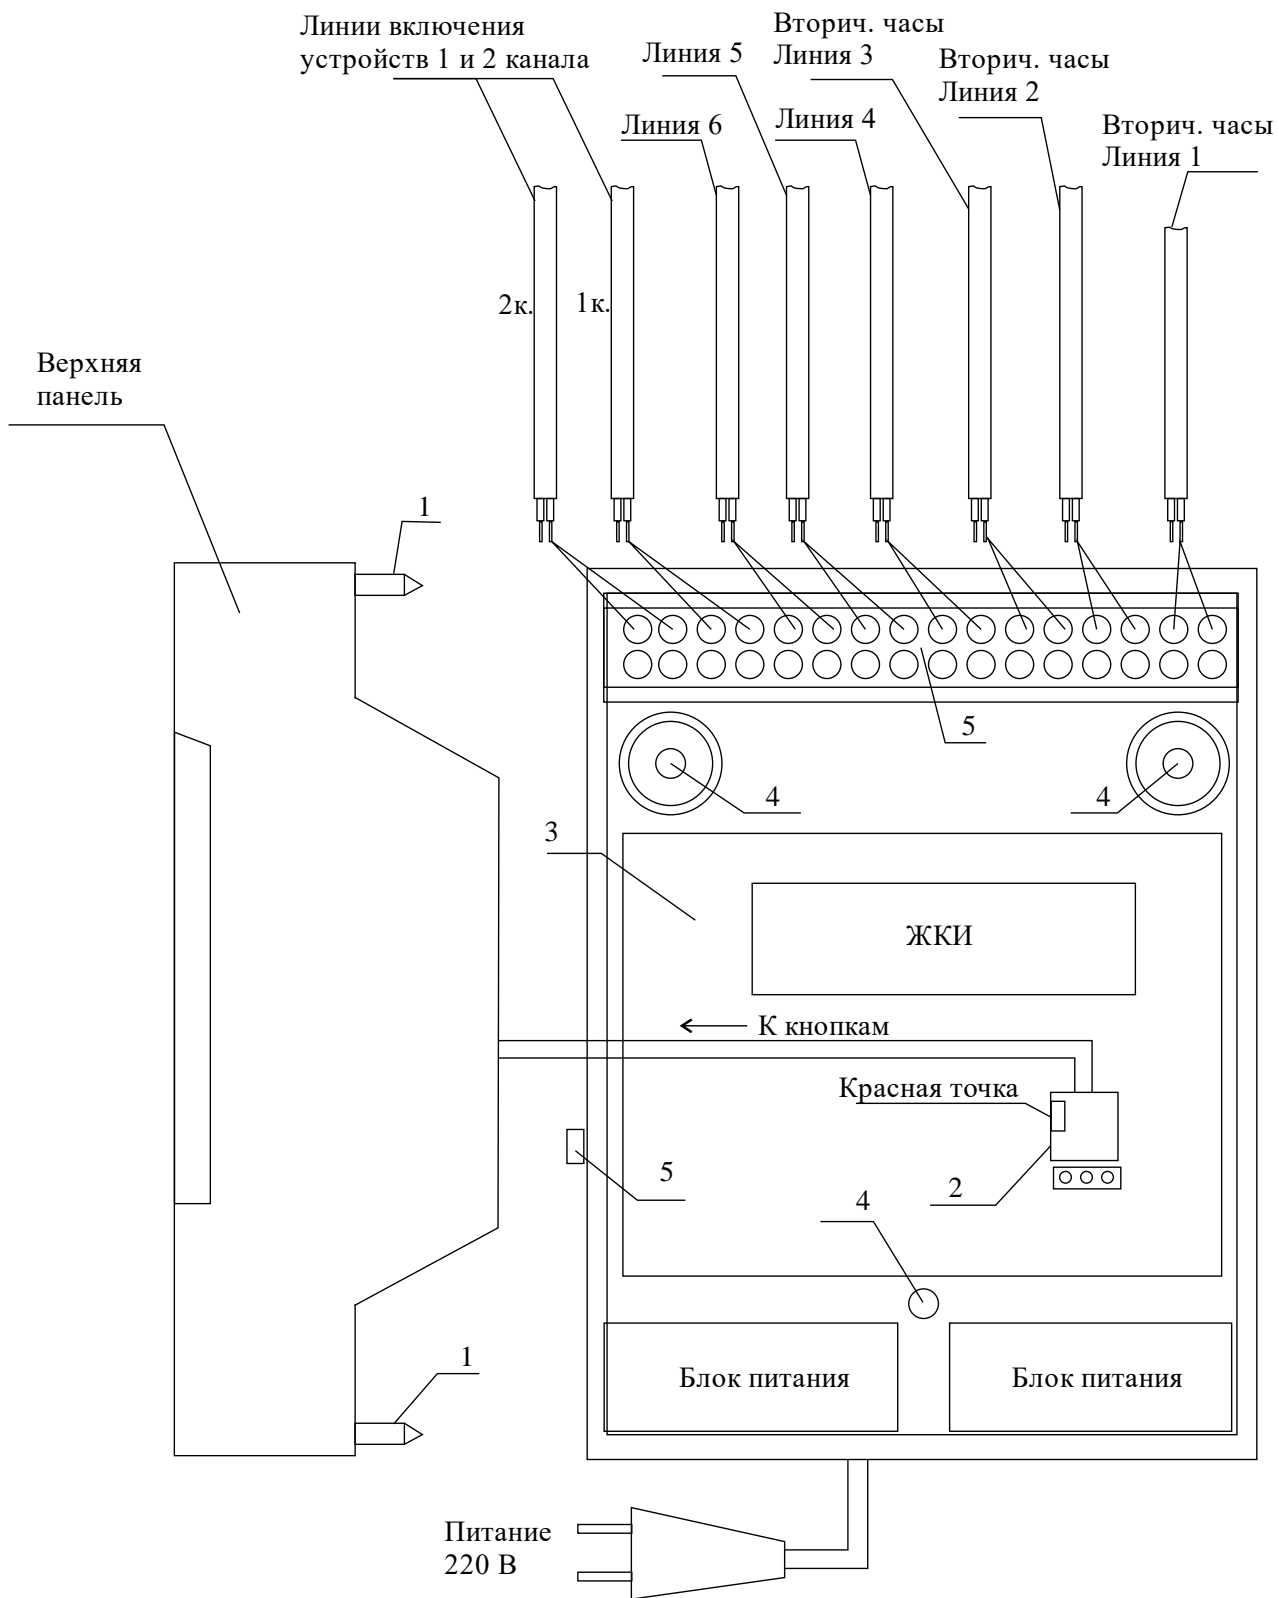

Рис. 1
4.1 Выверните четыре винта 1, расположенных на верхней панели часовой станции (см. Рис.1). Осторожно снимите верхнюю панель и отсоедините разъем 2, соединяющий кнопки с печатной платой 3.
4.4 Подсоедините линии вторичных часов в соответствии со схемой рис.1. Подсоедините линию включения внешних устройств второго канала в соответствии со схемой рис.1 и со схемой рис.1-1. Схема включения устройств первого канала такая же, но для подключения к станции используются две клеммы, расположенные правее клемм второго канала как показано на рис. 1.